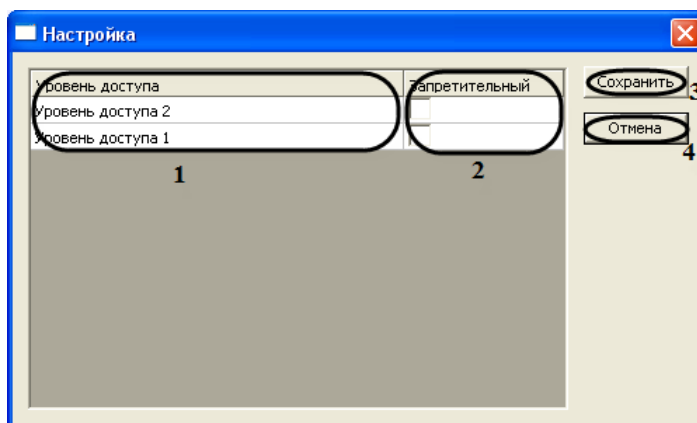

Рис. 3.3—8 Настройка уровней доступа
*Примечание.* В столбце **Уровень доступа** отображаются уровни доступа, созданных в программном комплексе **Интеллект** (см. Рис. 3.3—8, 1).
3. Для запрета уровня доступа необходимо установить флажок в соответствующей ячейке столбца **Запретительный** (см. Рис. 3.3—8, 2).